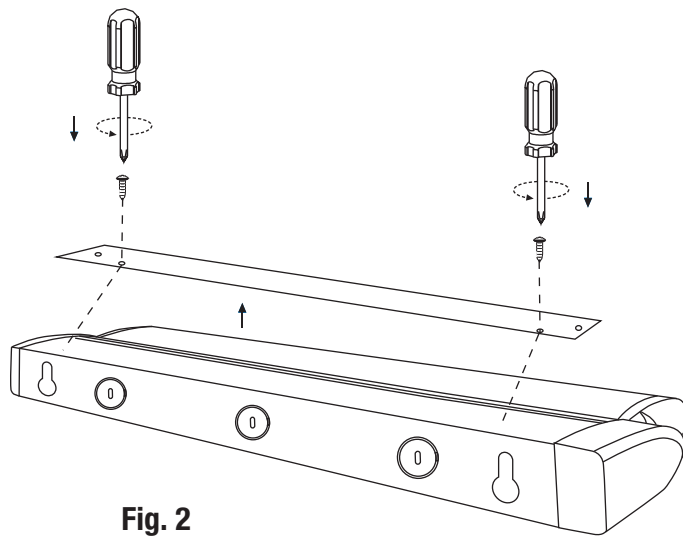

Fig. 2
3. Determine positioning and remove desired knockout ③ (rear knockout points).
4. Install 3/8" knockout connector (1x included) ④ in open knockout hole ③.
5. Open the rear cover of the fixture and insert the power supply wires through the knockout ensuring the wires are well secured at the knockout connector. (Fig. 2)
* Ensure wire sheathing is stripped back into the knockout connector ④.
7. Install housing to desired position using 2x screw slots through the front of the housing ⑩. Screws included ③.
* For wall mounting, use two screw slots on rear of fixture housing ⑦.
8. Choose your desired CCT setting (3 K, 4 K, 5 K) ⑥. When installing in a string of fixtures, ensure all fixtures are set to the same CCT setting.
* Make sure the ON/OFF switch ⑤ is set to ON.
3. Déterminez la position du luminaire et retirez l'entrée défonçable voulue ③ (entrées défonçables à l'arrière).
4. Installez le connecteur pour entrée défonçable de 3/8" (1 pièce incluse) ④ dans l'entrée défonçable ouverte ③.
5. Ouvrez le panneau arrière du luminaire et insérez les fils d'alimentation à travers l'entrée défonçable en vous assurant que ceux-ci sont bien fixés au connecteur pour entrée défonçable. (Fig. 2)
* Assurez-vous que les fils sont dénudés dans le connecteur pour entrée défonçable ④.
7. Installez le boîtier à la position voulue en insérant les vis dans les 2 encoches par l'avant du boîtier ⑩. Vis incluses ③.
* Pour un montage mural, utilisez les deux encoches à l'arrière du boîtier du luminaire ⑦.
8. Choisissez la température de couleur (3 K, 4 K, 5 K) ⑥. Pour une installation en série, assurez-vous de choisir la même température de couleur pour tous les luminaires.
* Assurez-vous de positionner l'interrupteur ⑤ sur MARCHÉ.